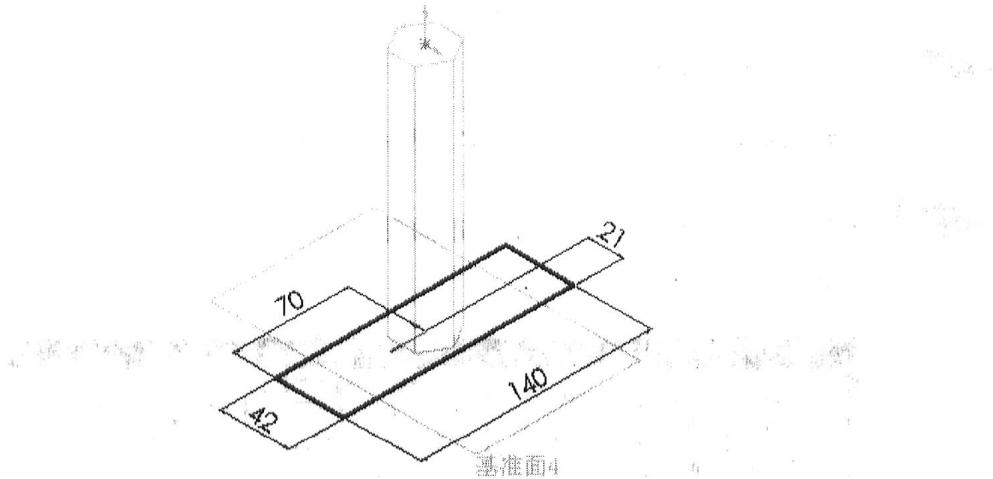

图 2-5 生成矩形草图 2
- 12** 在新建的基准面 4 上绘制草图 2，如图 2-5 所示的矩形框，标注尺寸并进行修改，具体操作参照实例 1 的第 3 到第 9 步。